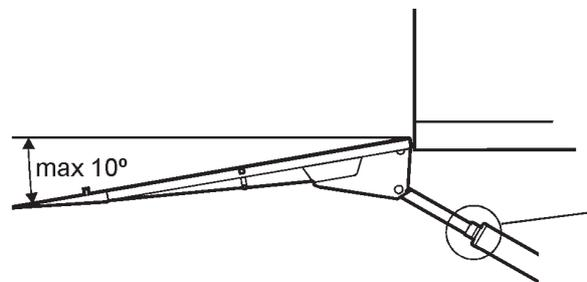

Abbildung 44. Der Neigungswinkel muss auf max. 10° eingestellt werden
4. Ladebordwand bis max. 10 Grad unter die Horizontalebene neigen, siehe Abbildung 44.